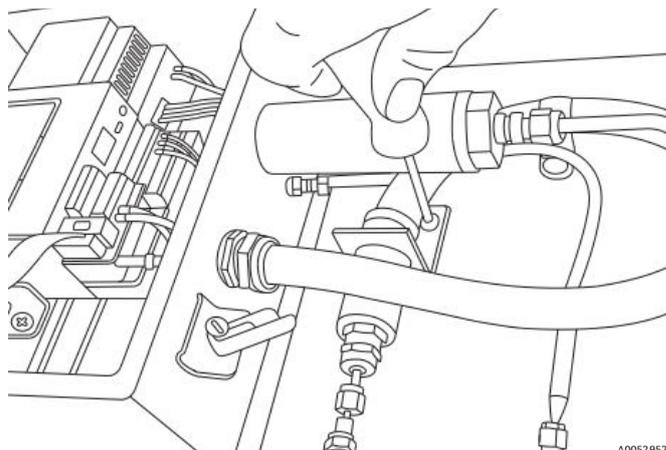

Figure 86. Retirer le support de conduit
7. Retirer les vis du support de conduit (x2) à l'aide d'un tournevis à six pans 5/32 in. Voir la figure 86.